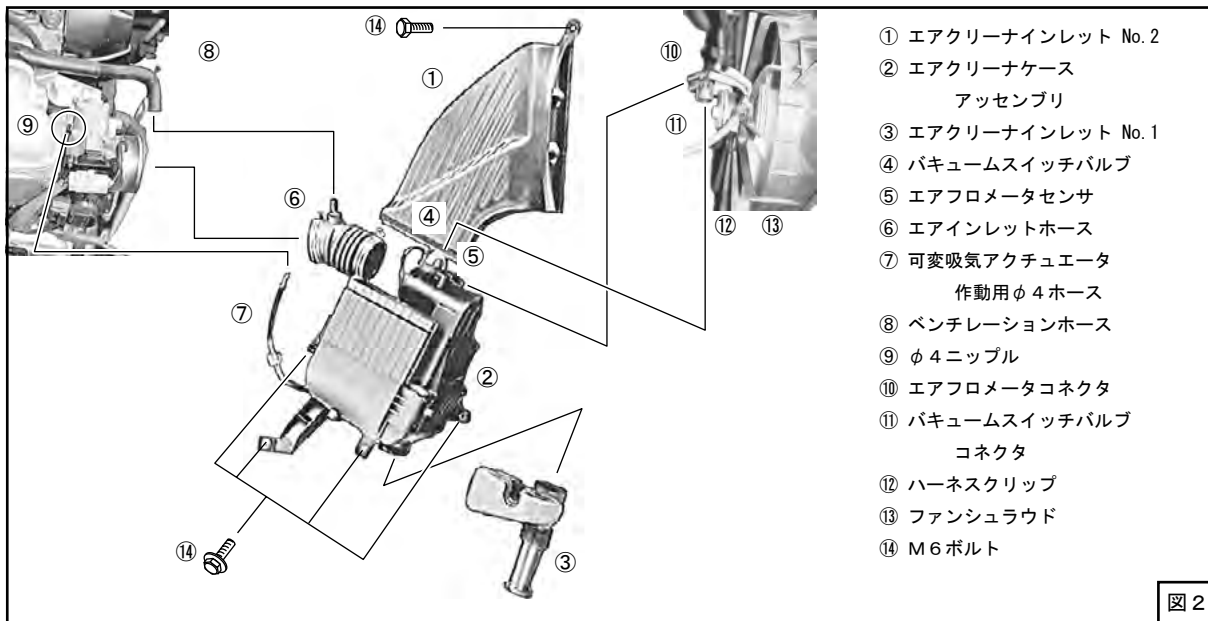

図2
- (3) ベンチレーションホース、可変吸気アクチュエータ作動用φ4ホースを取外してください。(図1、図2)
- (4) エアフロメータ、パキュームスイッチバルブのコネクタを外し、ファンシュラウドに固定されているハーネスクリップを取外してください。(図2)
- (5) エアクリーナインレット No.1、エアクリーナケースアッセンブリを固定しているM6ボルトを取外してください。(図2)
- (6) エアインレットホースのホースバンドを緩め、エアクリーナケースアッセンブリ、エアクリーナインレット No.1、エアインレットホースを取外してください。(図2)